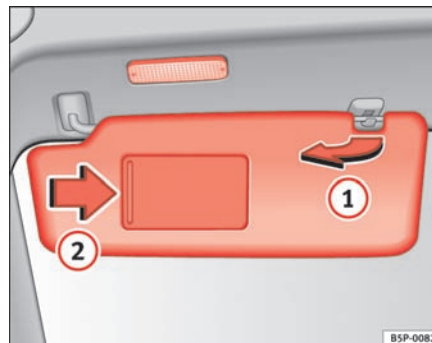

Fig. 84 Solskærm i førersiden
Solskærmene til fører og forsædepassager kan trækkes ud af holderne i midten af bilen og drejes over til dørene ⇒ fig. 84 ①.